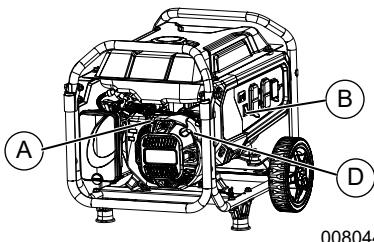

Figura 3-2. Controles del motor
3. Consulte la Figura 3-2. Abra la válvula de cierre del combustible (A)
4. Gire el interruptor (B) de MARCHA/PARO del motor a la posición RUN (Marcha). Consulte la Figura 3-2.
6. Consulte la Figura 3-2. Sujete el tirador de la cuerda de arranque (D) y tire de él ligeramente hasta que note que la resistencia aumenta. Tire rápidamente hacia arriba y hacia afuera.